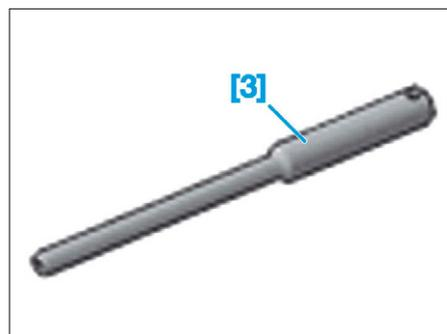

FIG. 37
- [3]. Pige de calage de pompe haute pression (réf : 0194-A) (Fig.37).